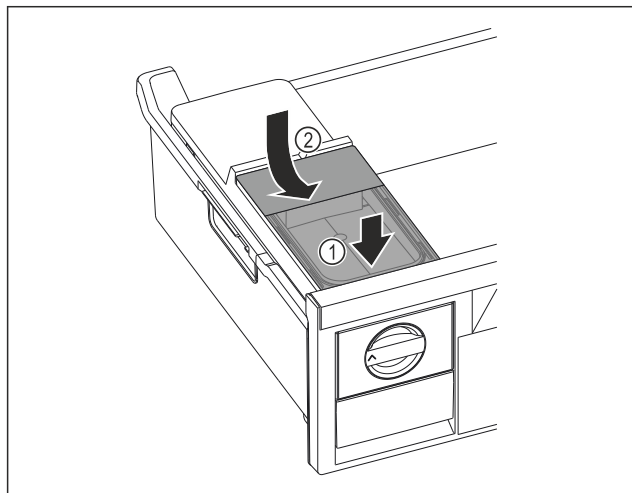

Fig. 92
- ▶ Placer le réservoir d'eau à l'avant. Fig. 92 (1)
- ▶ Abaisser le réservoir d'eau à l'arrière. Fig. 92 (2)